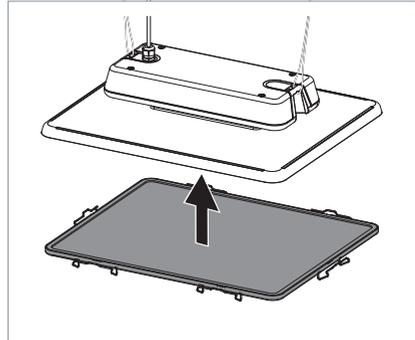

Fig. 13: Positionner la vitre de protection.
- ▶ Posez la vitre de protection sur le luminaire depuis le bas, voir Fig. 13.